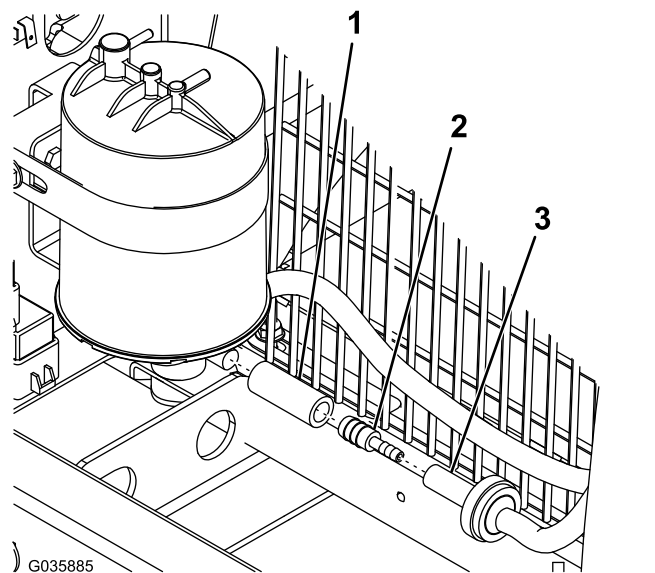

Figura 7
7. Fissate l'adattatore del flessibile e il flessibile corto al filtro del carburante in linea e fissatelo alla parte inferiore del canister a carboni attivi (Figura 7).